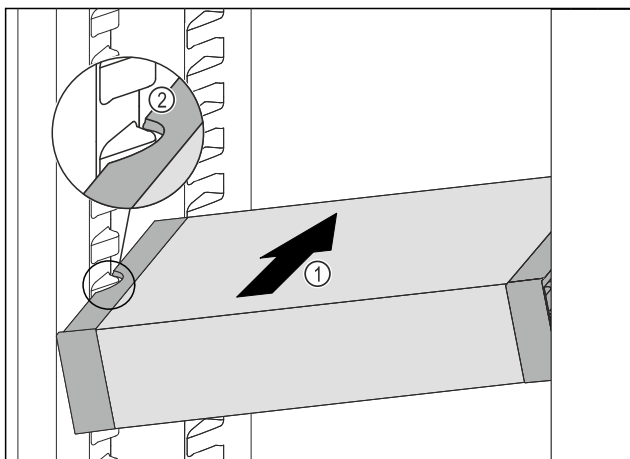

Fig. 86
- ▶ Вдвигайте VarioSafe под наклоном в холодильное отделение Fig. 86 (1), пока боковые выемки Fig. 86 (2) VarioSafe не окажутся на высоте выступа резервуара в холодильном отделении.